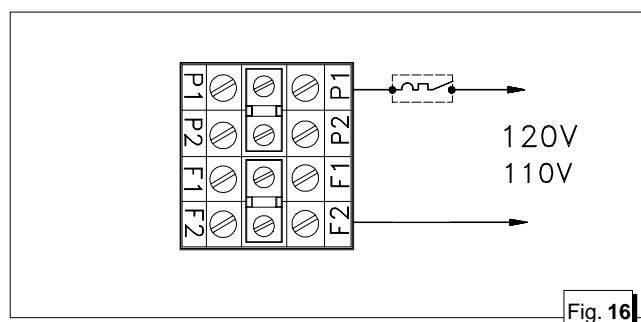

Fig. 16
- 1 - Collegamento in parallelo : in questa configurazione si ha una unica uscita a 110 (120) V fra i punti P1 e F2, collegando le uscite dell'alternatore (P1,F1,P2,F2) secondo lo schema di fig. 16.
- 1 - Parallel configuration: in this configuration there is a single output at 110 (120) V between points P₁ and F₂, connecting the outputs of the alternator (P₁, F₁, P₂, F₂) as shown in the diagram in fig. 16.
- 1 - Liaison en parall  le: dans cette configuration nous avons une seule sortie    110 (120) V entre les points P1 et F2, en reliant les sorties de l'alternateur (P1, F1, P2, F2) selon le sch  ma de la figure 16.
NB. In questi casi va installato un solo magnetotermico, vedi fig. 16/17.
N.B: In these cases just one magnetothermic device should be installed, see fig. 16/17.
NOTE: Un seul magnétothermique doit être installé dans ce cas (se reporter à la figure 16/17).